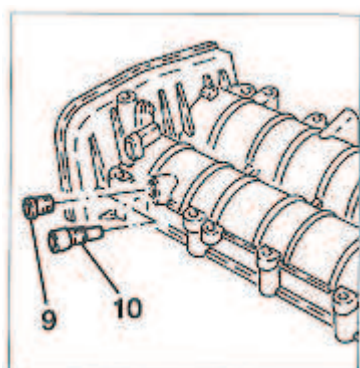

FIG. 1
- Útil de calado de árbol de levas de escape [10] (FIG. 1)